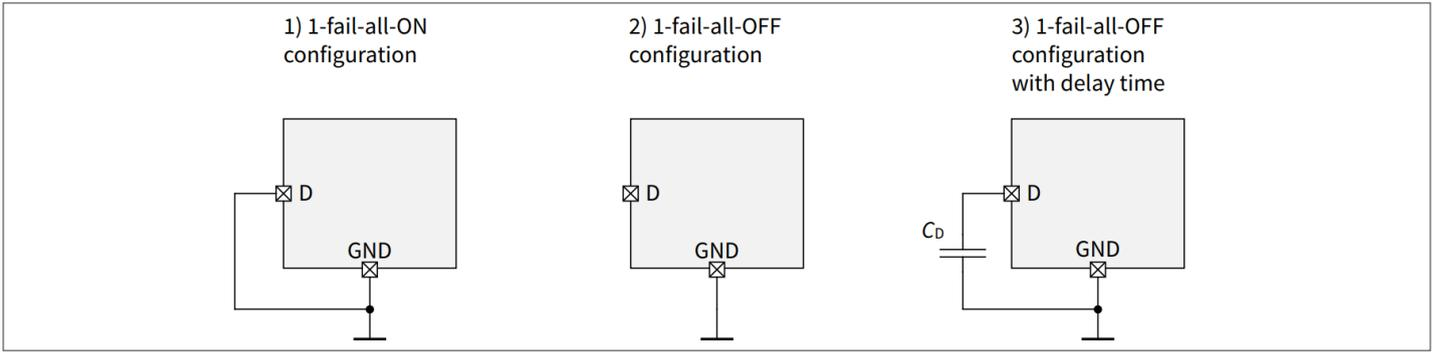

图 14 D引脚配置
- 根据执行的故障管理策略对LED阵列中的错误情况做出反应，在多个LED链用于给定功能的系统中，如图14所示